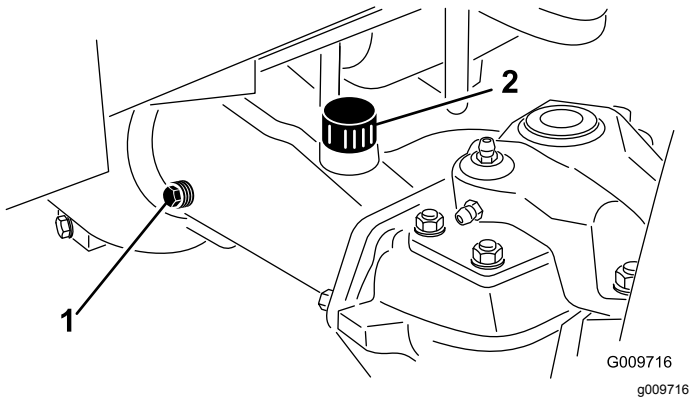

Bild 85
2. Entfernen Sie eine Prüfschraube aus einem Ende der Achse und stellen sicher, dass das Öl die Unterseite des Lochs erreicht (Bild 85).